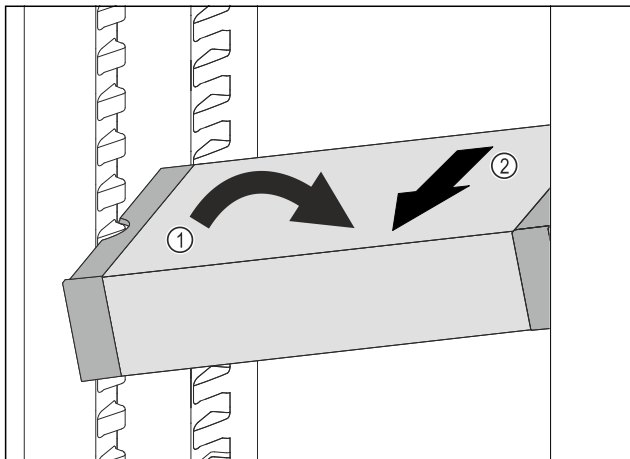

Fig. 122
- ▶ Poziționați oblic VarioSafe în frigider. Fig. 122 (1)
- ▶ Extrageți VarioSafe spre înainte. Fig. 122 (2)